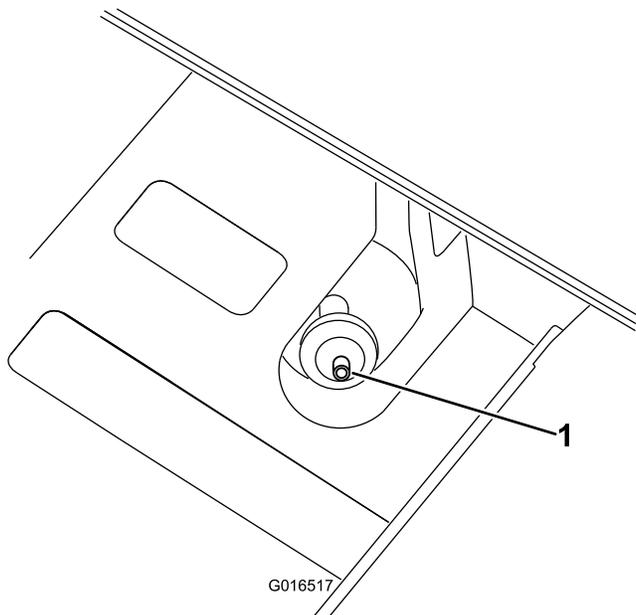

Figura 25
1. Posizionate il filtro dell'aria nella parte inferiore del canister a carboni attivi (Figura 25).